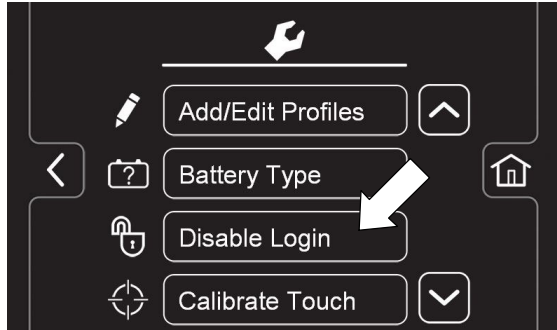

ABB. 154
- a.  Drücken Sie die Taste “Login deaktivieren” (Abbildung 154).